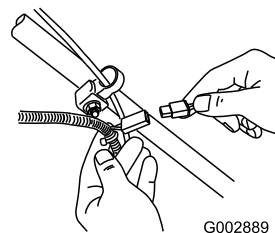

Figura 28
1. Collegate il caricabatterie al cablaggio situato sotto il pulsante di avviamento elettrico (Figura 28).